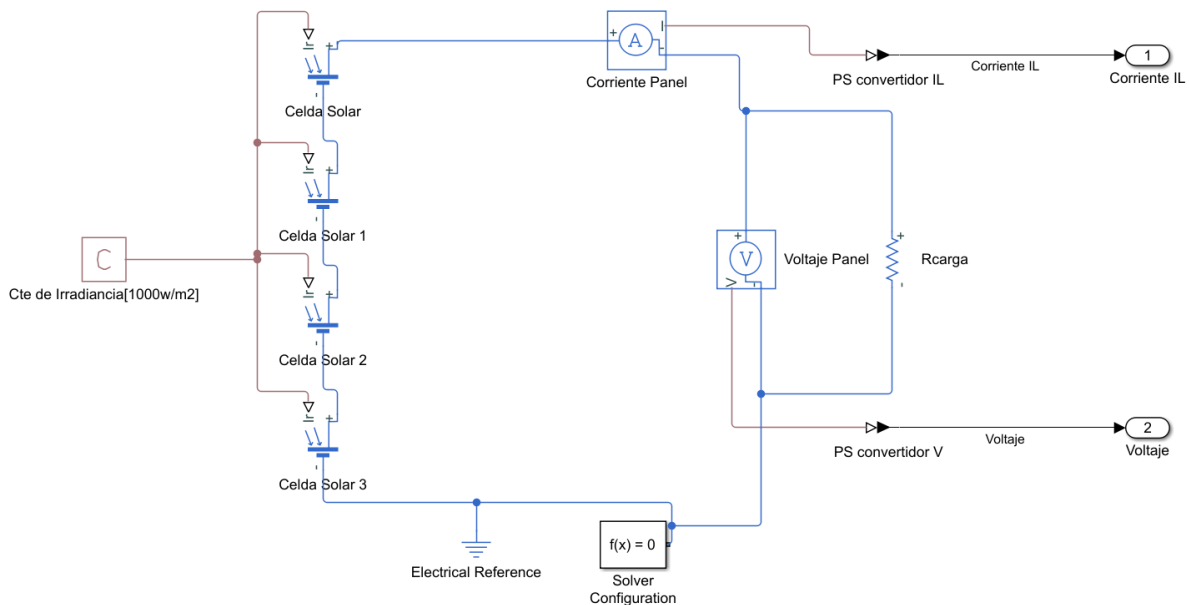

Fig. 20. Diagrama de conexión con 4 paneles en serie y una carga resistiva.
- Agregue 3 bloques *Celda Solar* en serie con las mismas características al primer bloque, el cual debe tener los datos del panel solar que se indican en la **Tabla 9** del Anexo, obsérvese la **Fig. 20**.